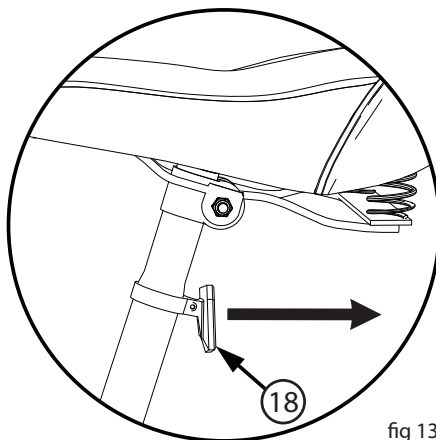

fig 13
1. Position Reflector (18) so it points straight backwards (**fig 13**).